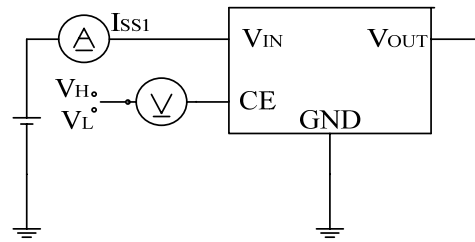

图2
1 I_{OUT}:缓慢增加输出电流, 当输出电压约等于 V_{OUT} 的 98%时的输出电流值2 V_{drop}=V_{IN1}- (V_{OUT (E)} × 0.98V)V_{OUT (E)}: V_{IN}=V_{OUT}+2V, I_{OUT}=1 mA 时的输出电压值V_{IN1}: 缓慢下降输出电压, 当输出电压降为 V_{OUT (E)} 的 98%时的输入电压V_{max}: 缓慢上升输入电压, 当输出电压超出 (V_{OUT (E)} *0.98~V_{OUT (E)} *1.02) 的输入电压3 I_{SS1}:V_{IN}=18V CE=GND 无负载时, 图 2 中电流表的电流值4 V_{CEH}: 芯片开始工作时, CE 端所需的最小电压值V_{CEL}: 芯片停止工作时, CE 端允许的最大电压值5 I_{short}: 例如 75R50, 当 V_{DD}=6V 时, 图 4 中电流表的电流值